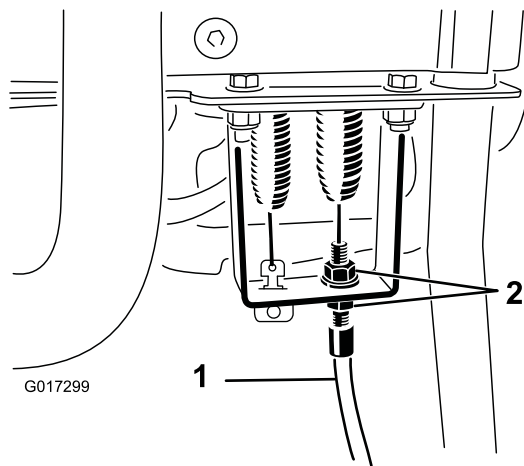

图 45
4. 在控制手柄隔板上放松滚刀控制装置拉线直至拉线松弛图 45。